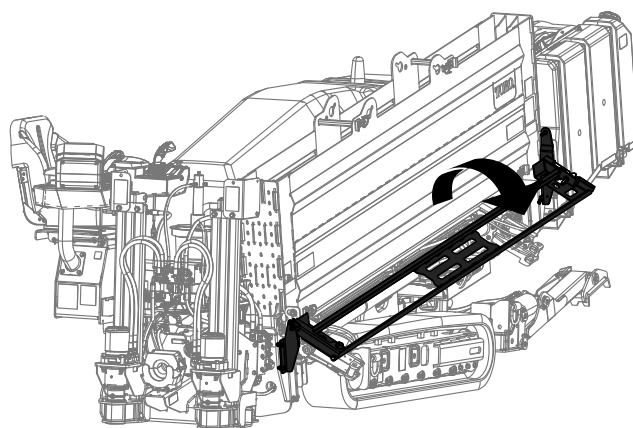

Bild 57
4. Senken Sie die Rohrlader-Schutzvorrichtung ab (**Bild 57**).